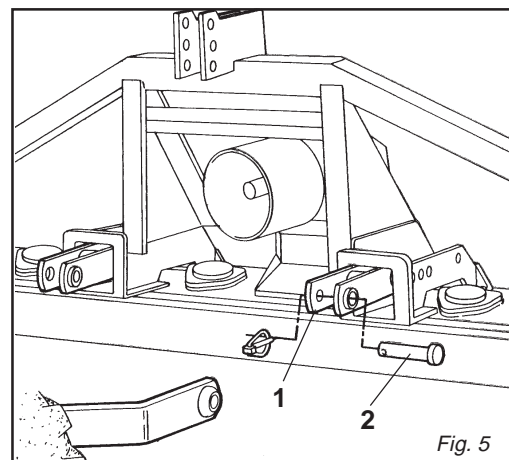

Fig. 5
- 1- Accostare le barre del sollevatore ponendole all'interno delle piastre (1 Fig. 5), inserire il perno (2 Fig. 5) nel foro predisposto e bloccare con le copiglie a scatto.
- 1- *Near the lift bars, setting them in the most suitable plates (1 Fig. 5). Insert the pin (2 Fig. 5) into the relative hole and lock in place with the snap-in split pins.*
- 1- Die Lenker des Krafthebers annähern und in die am besten geeigneten Platten schieben (1 Abb. 5). Den Bolzen (2 Abb. 5) in das Loch stecken und mit dem einrastenden Splint blockieren.
- 1- *Approchez les barres du relevage en les plaçant à l'intérieur des plaques les plus appropriées (1 Fig.5), introduisez l'axe (2 Fig. 5) dans le trou correspondant et bloquez par les goupilles à encastrement.*
- 1- Acercar las barras del elevador poniéndolas dentro de las placas más indicadas (1 Fig. 5), introducir el perno (2 Fig. 5) en el orificio y bloquear con los pasadores de resorte.